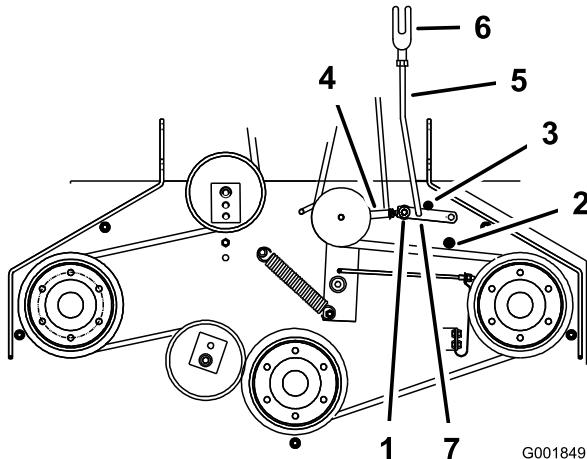

Figura 43
5. Asegúrese de que el brazo está en contacto con el tope trasero del brazo de la carcasa (Figura 43).
7. El brazo debe entrar en contacto con el tope delantero del brazo de la carcasa. Si no lo hace, la palanca acodada debe acercarse más al refuerzo (Figura 43).
8. Para ajustar el acoplamiento del brazo, retire el pasador de horquilla del brazo (Figura 43).
11. Instale el acoplamiento en el brazo y sujetelo con el pasador de horquilla (Figura 43).